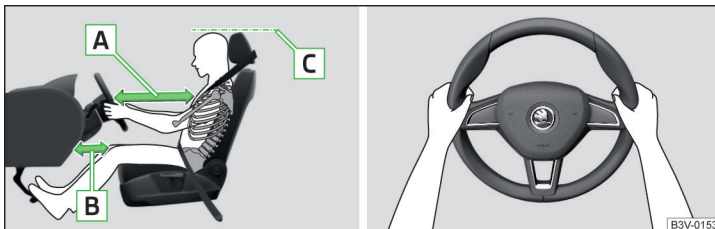

Abb. 15 Richtige Sitzposition des Fahrers / Richtige Lenkradhaltung
- ✓ Bei Fahrzeugen mit Fahrer-Knieairbag den Fahrersitz in Längsrichtung so einstellen, dass der Abstand der Beine zur Schalttafel im Bereich des Knieairbags mindestens 6 cm beträgt » Abb. 15 - [B].
- ✓ Das Lenkrad so einstellen, dass der Abstand zwischen Lenkrad und Brustbein mindestens 25 cm beträgt » Abb. 15 - [A].
- ✓ Die Kopfstütze so einstellen, dass die Oberkante der Kopfstütze sich möglichst auf einer Höhe mit dem oberen Teil Ihres Kopfes befindet (gilt nicht für Sitze mit integrierter Kopfstütze) » Abb. 15 - [C].
- Während der Fahrt das Lenkrad mit beiden Händen seitlich am äußeren Rand in der „9-Uhr“- und „3-Uhr“-Position festhalten » Abb. 15. Niemals das Lenkrad in der „12-Uhr“-Position oder in einer anderen Art und Weise festhalten (z. B. in der Lenkradmitte, am inneren Lenkradrand u. Ä.). Andernfalls könnte man sich bei der Airbagauslösung schwere Verletzungen an Armen, Händen und Kopf zuziehen.
- ✓ Die Kopfstütze so einstellen, dass die Oberkante der Kopfstütze sich möglichst auf einer Höhe mit dem oberen Teil Ihres Kopfes befindet » Abb. 15 auf Seite 21 - **C** (gilt nicht für Sitze mit integrierter Kopfstütze).
- ✓ Die Kopfstütze so einstellen, dass die Oberkante der Kopfstütze sich möglichst auf einer Höhe mit dem oberen Teil des Kopfes befindet » Abb. 15 auf Seite 21 - **C**.